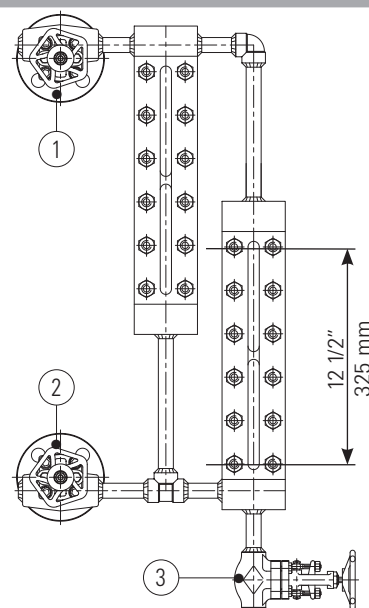

Рис. 1
### Ввод в эксплуатацию (см. Рис. 1)
### Продувка (см. Рис. 1)
**Процедура ввода в эксплуатацию указателя уровня, не оборудованного шаровыми обратными клапанами (см. Рис. 1)**
- Закройте подачу воду в барабан (нижний запорный клапан (2))
- Плавно откройте продувочный клапан/клапаны (3)
- Закройте подачу пара в барабан (верхний запорный клапан (1))
**Процедура ввода в эксплуатацию указателя уровня, оборудованного шаровыми обратными клапанами (см. Рис. 1)**
- Закройте подачу пара в барабан (верхний запорный клапан (1) и заново откройте на два оборота.